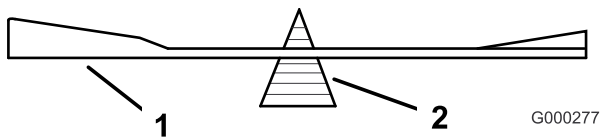

Figura 88
2. Verifique el equilibrio de la cuchilla colocándola sobre un equilibrador de cuchillas (Figura 88).